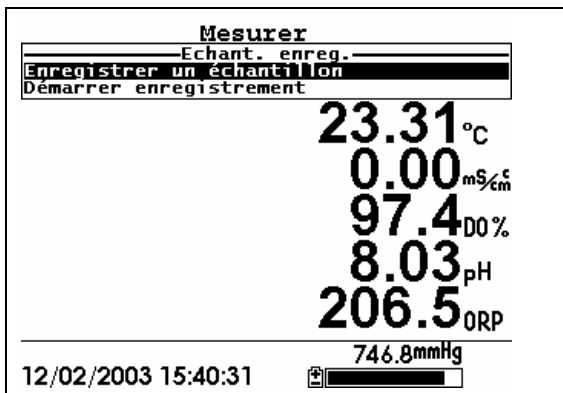

Figure 9.11 Ecran échantillon enregistré
7. Si un seul point doit être enregistré, l'entête de l'écran Mesure/Run se modifie temporairement de **Menu** en **Echantillon enregistré** pour confirmer que le point a été enregistré avec succès. Reportez vous à la Figure 9.11 Ecran échantillon enregistré. Sauter à l'étape 9.